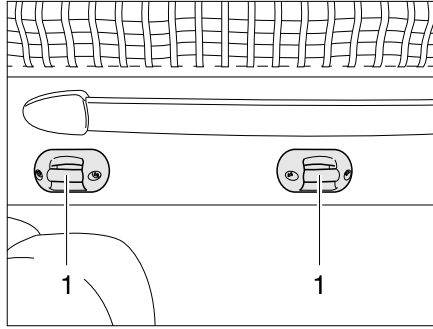

Fig. 173 Fixation échelle de montée
- Accrocher l'échelle de montée par les deux étriers aux crampillons (Fig. 173,1) se trouvant sur le lit escamotable.